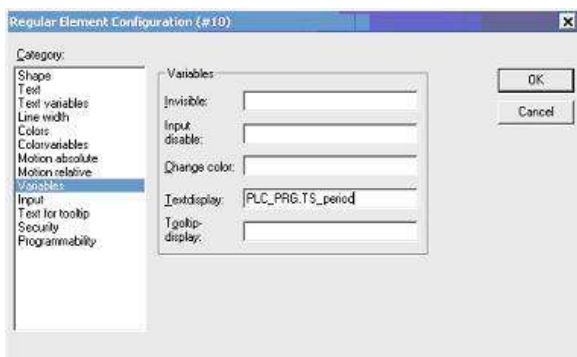

Рис. 18. Настройка поля ввода
3. В пункте *Variables* указываем имя переменной (См. рис. 18)